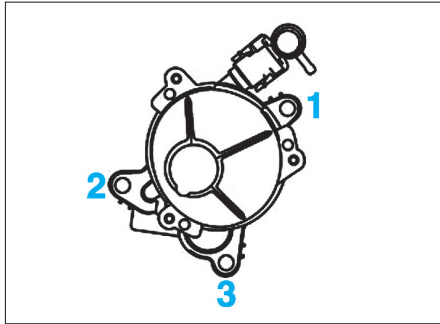

Fig. 15
- les vis de fixation de la pompe à vide dans l'ordre indiqué (Fig.15),